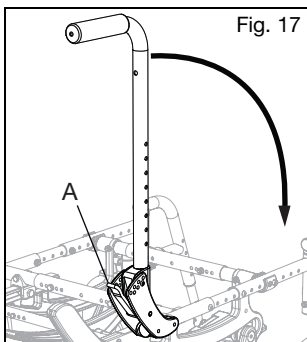

Fig. 17
1. Empuje las palancas (Fig. 17:A) hacia la parte delantera de la silla para desenganchar los pestillos. Si el asiento del espaldar está instalado, ambos pestillos deben desconectarse simultáneamente para permitir que se pliegue el espaldar.